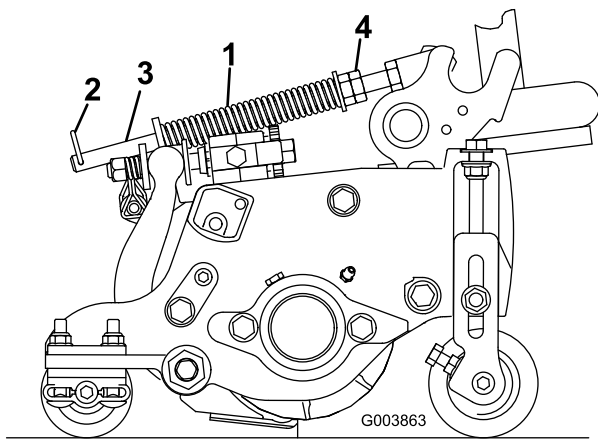

Bild 14
Die Rasenkompensierungsfeder (Bild 14) verlagert das Gewicht von der Front- zur Heckrolle; dies reduziert ein Bobbing genanntes Wellenmuster auf der Rasenfläche.
1. Stellen Sie sicher, dass der Splint in das hintere Loch in der Federstange eingesetzt ist (Bild 14).
2. Ziehen Sie die Sechskantmuttern vorne an der Federstange an, bis die komprimierte Länge der Feder 15,9 cm beträgt, wie in Bild 14 abgebildet.